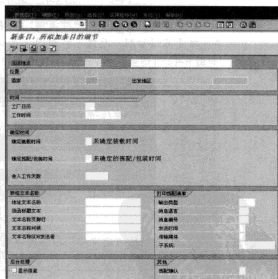

图 8-46 “新条目: 所添加条目的细节”界面
STEP 2 在弹出的“修改视图发运点”界面中, 可以新增发运点。首先单击“**新条目**”按钮, 系统会弹出如图 8-46 所示的界面。在此界面中, 需要填写发运点编号、描述、工厂日历、工作时间、确定装载时间、确定拣配/包装时间等信息, 完成后单击“**保存**”按钮保存即可。